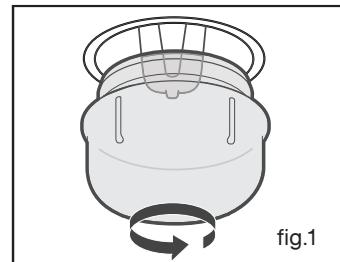

fig.1
- Dévissez le hublot vers la droite (fig.1).